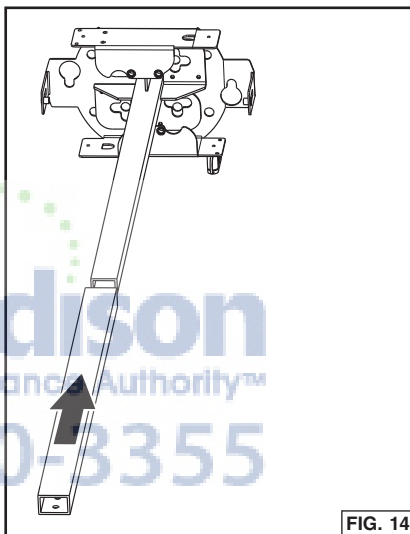

FIG. 14
6. Insérez le bras télescopique inférieur (voir la Fig. 14.) et ajustez la longueur selon la hauteur comme indiqué dans le tableau plus haut.